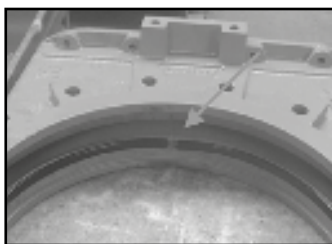

Рис. 5
6. Удалите старые уплотнения (4) и нож (2) и почистите камеру сядловое уплотнение (3).
7. Удалите поврежденное седловое уплотнение (3) и почистите его паз в корпусе.
8. При условии, что новое уплотнение изготовлено под размер, поместите его в паз в корпусе (убедитесь, что стыки уплотнения сверху) (Рис. 5 и 6). Если у затвора седловое уплотнение PTFE (3), смотрите инструкции далее.